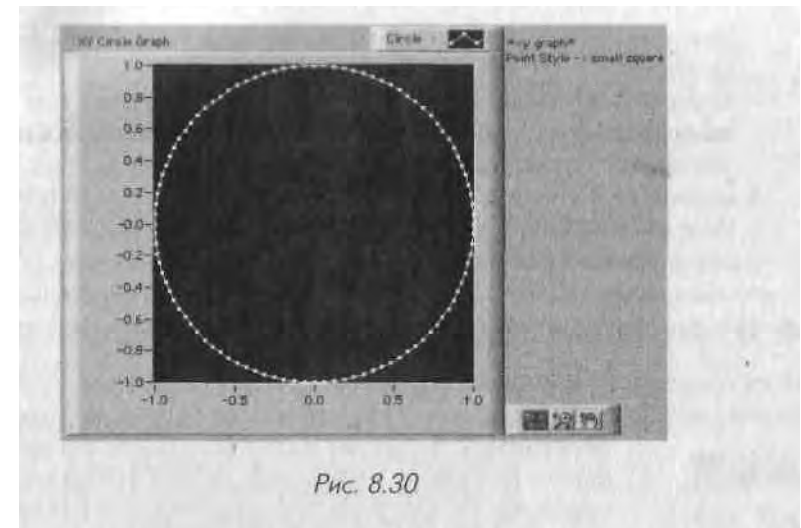

Рис. 8.30
1. Откройте новую лицевую панель. Воссоздайте панель, изображенную на рис. 8.30.